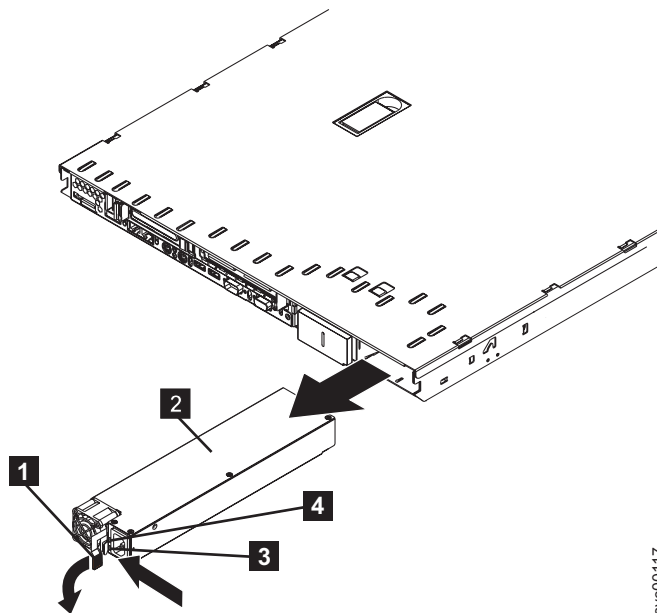

図 156. SAN ボリューム・コントローラー 2145-8F2 電源機構の取り外し
4. ノードの後部で、196 ページの図 156 で示すように、オレンジ色の解放レバーを左方に押してから下方に押し、電源機構アセンブリを解放します。これは、電源機構を少し後に移動し、簡単に取り外しができます。